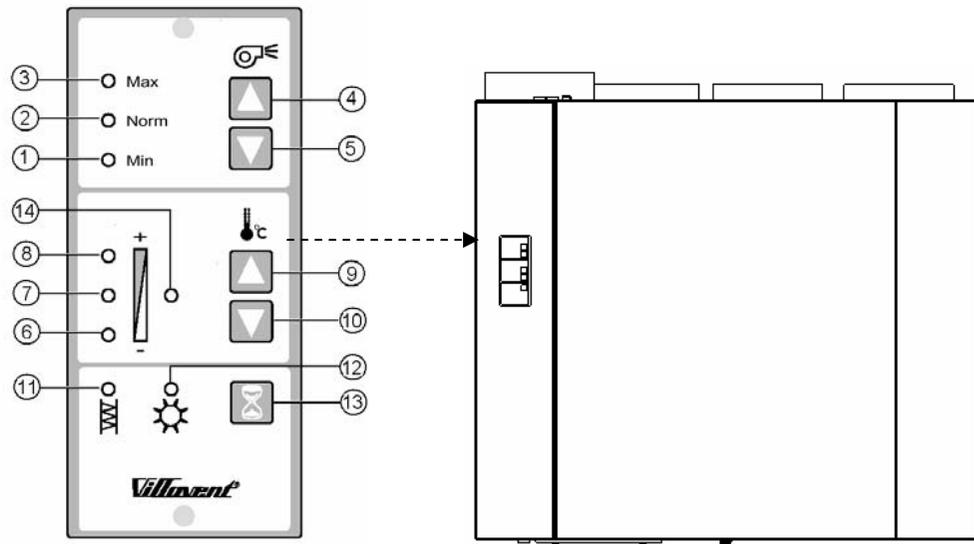

Fig. 11
4. Ønsket driftstid mellom filterbytte velges (fig. 11). Fra fabrikk er driftstiden mellom filterbytte satt til 9 mnd. Ved normal kvalitet på uteluften vil 9 mnd. driftstid mellom filterbytte være passende. Dersom uteluften er forurenset av veitrafikk, industri, utslipp fra fyringsanlegg etc. anbefales driftstiden mellom filterbytte satt til 6 mnd. Selv om uteluftkvaliteten er meget god, og tilluftfilteret ikke er tett, anbefales ikke lengre driftstid mellom filterbytte enn 12 mnd. (Lukt fra organisk forurensing i filteret vil kunne redusere kvaliteten på inneluften). For å øke eller redusere driftstiden mellom filterbytte trykkes samtidig på bryterene (13) og (9) eller (13) og (10). Valgt innstilling bekreftes ved kortvarig blinkende lys i lampe (14) og lys i:
- lampe (6) ved 6 mnd. driftstid mellom filterbytte
- lampe (7) ved 9 mnd. driftstid mellom filterbytte
- lampe (8) ved 12 mnd. driftstid mellom filterbytte
4. Önskad bytesintervall för filterbyten väljs (fig. 11). Fabriksinställningen är satt till 9 månader. Vid normal kvalitet på uteluften, är 9 månader mellan filterbyten en passande intervall. Där uteluften är förorenad av avgaser, industrier, utsläpp från förbränningsanläggningar mm, rekommenderar vi att intervallen för filterbytet ställs in på 6 månader. Oavsett om uteluftskvaliteten är mycket god, och uteluftsfilteret ej är igensatt, rekommenderar vi ej längre bytesintervall än 12 månader. (Lukt från organiska föroreningar i filtren kan reducera kvaliteten på tilluften). För att öka eller minska intervallet mellan filterbyten, trycks samtidigt knapparna (13) och (9) eller (13) och (10) in. Vald inställning bekräftas genom kortvarig blinkning i lampa (14), samtidigt som det lyser i:
- Lampa (6) vid 6 månaders intervall.
- Lampa (7) vid 9 månaders intervall.
- Lampa (8) vid 12 månaders intervall.
- ① ② ③ Kontrollleuchte für Volumenstrom
- ④ ⑤ Tastschalter für Volumenstrom
- ⑥ ⑦ ⑧ Kontrollleuchte n Zulufttemperatur
- ⑨ ⑩ Tastschalter Zulufttemperatur
- ⑪ Kontrollleuchte Filterwechsel
- ⑫ Kontrollleuchte Sommerbetrieb